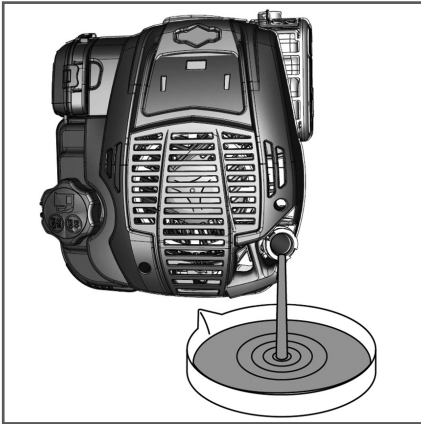

Рис. 19 Слив масла с двигателя
7. Вместе с помощником наклоните газонокосилку в сторону задней крышки деки так, чтобы емкость для слива отработанного масла находилась под маслосазливной горловиной и слейте отработанное масло через маслосазливную горловину в подготовленную для этого емкость (Рис. 19).